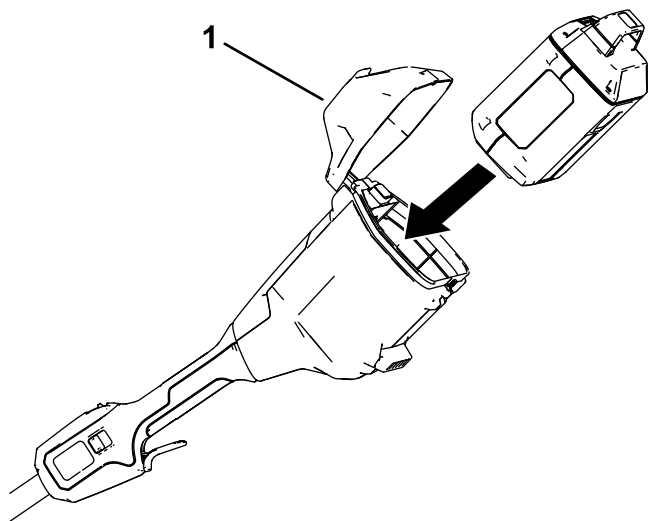

Figura 8
2. Deschideți capacul acumulatorului (Figura 8).
3. Aliniați canalul acumulatorului cu proeminența din compartimentul acumulatorului (Figura 8).
4. Împingeți acumulatorul în compartiment până când acesta se fixează în elementul de fixare (Figura 8).